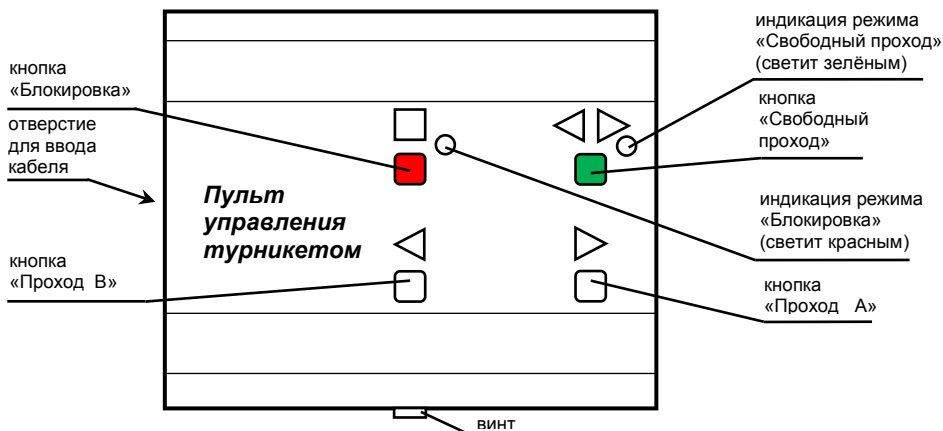
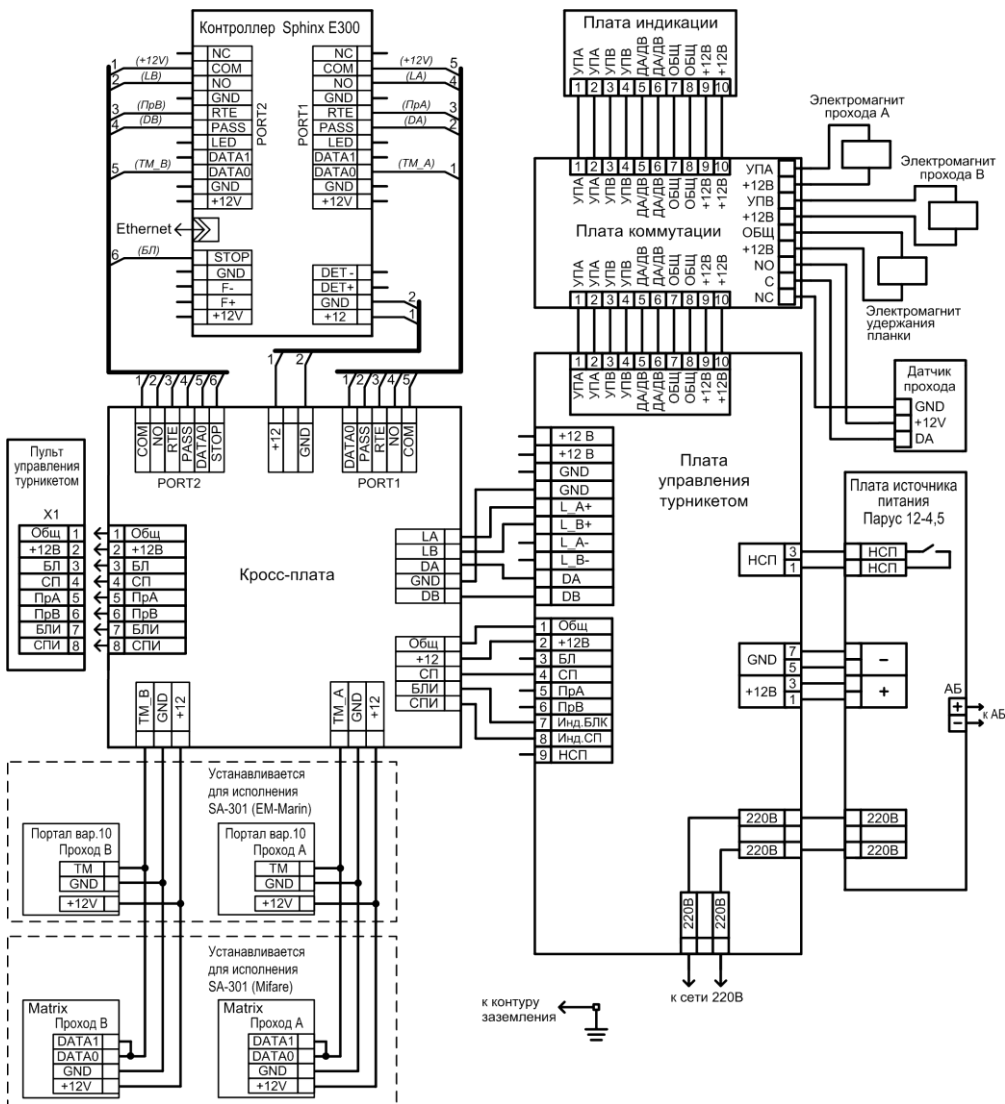

Рис.2 Внешний вид пульта управления
Рис.7 Схема электрическая соединений
Пульт управления турникетом (рис.2) предназначен для ручного дистанционного управления турникетом.
Пульт имеет четыре кнопки (рис.2) для включения (отключения) различных режимов турникета. Ниже описана работа пульта управления при установке переключателей 1 и 2 на плате управления турникетом в положения ON и OFF соответственно (см. пункт 6).
Нажатое положение кнопок «◀▶» и «■» индицируется соответствующими светодиодами на пульте управления (рис.2).
- подключите кабель пульта управления к клеммнику кросс-платы турникета и к клеммнику пульта (выкрутите винт – рис.2, снимите крышку, на крышке пульта расположена плата с клеммником, проденьте кабель в отверстие, подключите кабель согласно схеме подключения – рис.7, зафиксируйте кабель хомутом, соберите пульт);
- в режиме «Ожидания» нажмите на кнопку «▶» «Проход А» (рис.2). На индикаторе состояния турникета засветится зелёная стрелка – разрешен однократный проход, проверните планки по направлению стрелки. После проворота засветится красный крестик – турникет снова в режиме «Ожидания»;